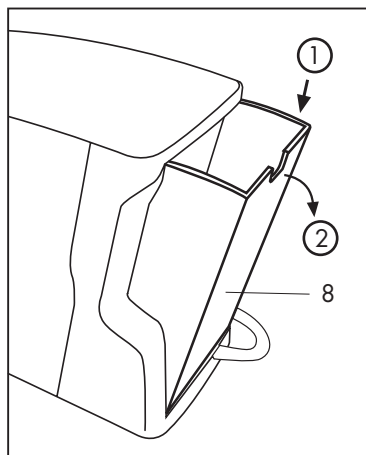

Fig. 1
- Per estrarre il serbatoio (8) premerlo verso il basso e contemporaneamente ruotarlo verso l'esterno. **(Fig.1)**